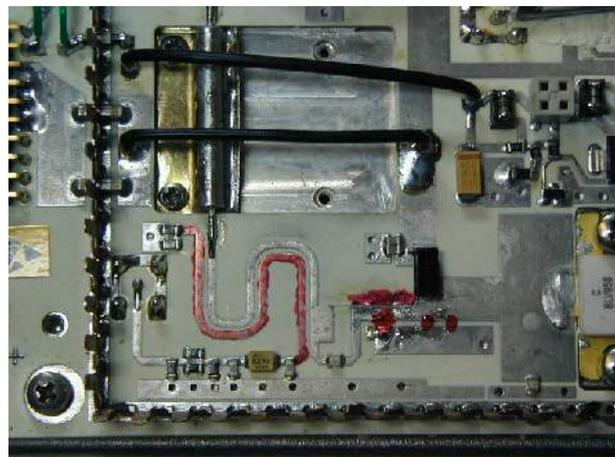
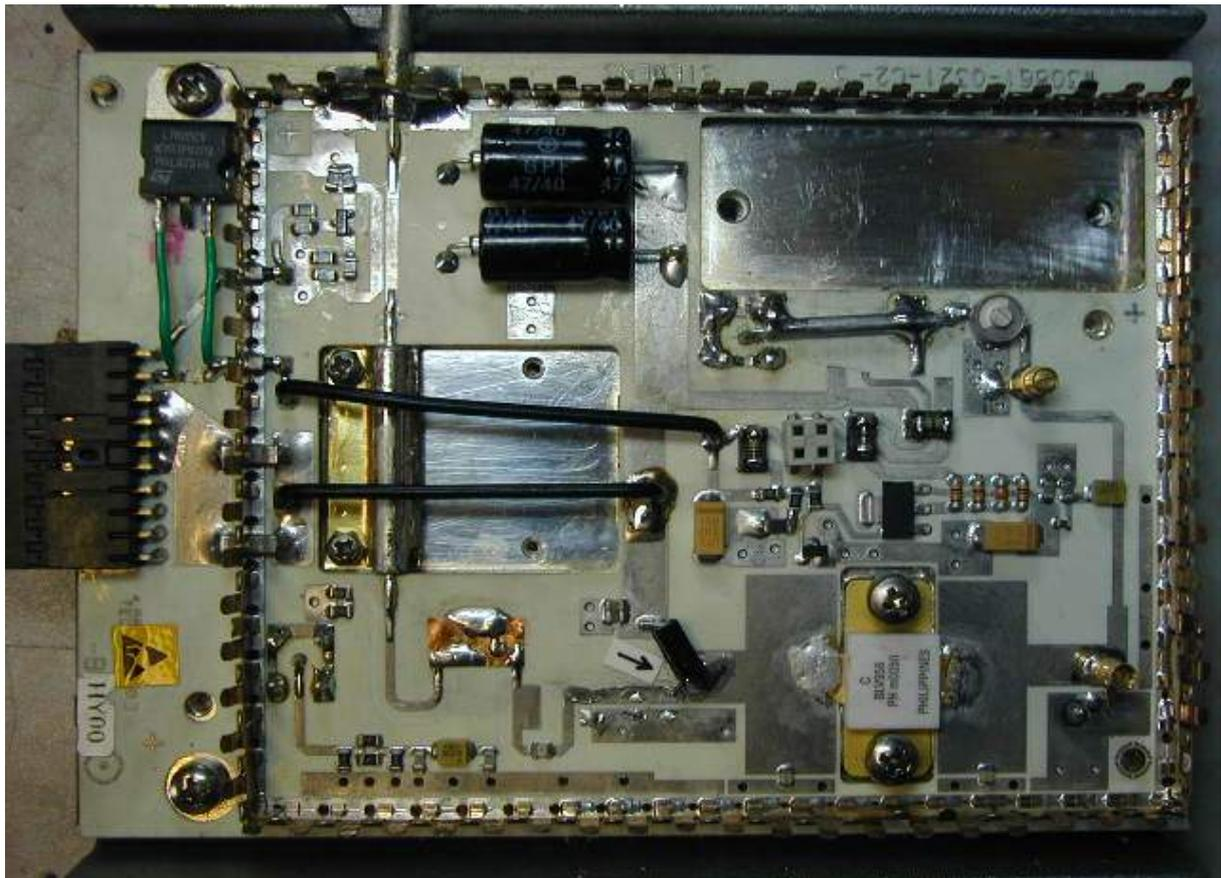

Bild 5 Auskoppelung
Bild 6 Fertig umgebaute Endstufe optimiert für das 23cm Band
8. Auskoppelung: Die beiden SMD- "C" und der Trimmer, wie in Bild 5 rot markiert, werden ausgelötet.
9. Die parallel zur Ausgangs- Stripline verlaufende Koppelleitung, in Bild 5 rot gekennzeichnet, wird entfernt.
10. An der Stelle des Zirkulators wird die unterbrochene Leitung mit einem Stück UT141 Festmantelleitung überbrückt. Die Verbindung des Schirms mit Masse wird mit einem Stück Messing- oder Kupferblech realisiert. Siehe Bild 5 oder 6.
12. Die folgenden Optimierungspunkte bringen den größten Gewinn! Die HF-Leiterbahn, bei der Drossel für die Kollektor-Spannungszuführung, sollte etwas schmaler gemacht werden. Siehe rot gezeichnete Stelle in Bild5. Vorsicht! Nicht zu viel entfernen, dabei die Ausgangsleistung beachten! Auch das Versetzen des Einspeisepunktes der Drossel um ein paar Millimeter in Richtung Kollektoranschluß bringt auch noch etwas Leistung (siehe Pfeil in Bild6). Bei den
13. Mit einem "Fähnchen" (z.B. Streifen aus Kupferfolie), kann die maximale Ausgangsleistung erreicht werden. Die Größe und Position des Fähnchens experimentell ermitteln. Ein bewährtes Richtmaß ist 8 x 5mm (siehe Bild 6). Die optimale Stelle befindet sich im Bereich der beiden Richtungsänderungen vor der Überbrückung mit dem Stück Semirigidleitung. Beim Fähnchenschieben ist höchste Vorsicht geboten, Kurzschlussgefahr! Geeignetes Abgleichbesteck (Bernstein) verwenden. Bei voller Ansteuerung wird ein Betriebsstrom von 6-7A erreicht. Am Monitoranschluss sind bei 50W Output etwa 0,2-0,3V zu erwarten. Wie der Richtkoppler für eine höhere Monitorspannung optimiert wird, ist auf Seite 5 beschrieben.